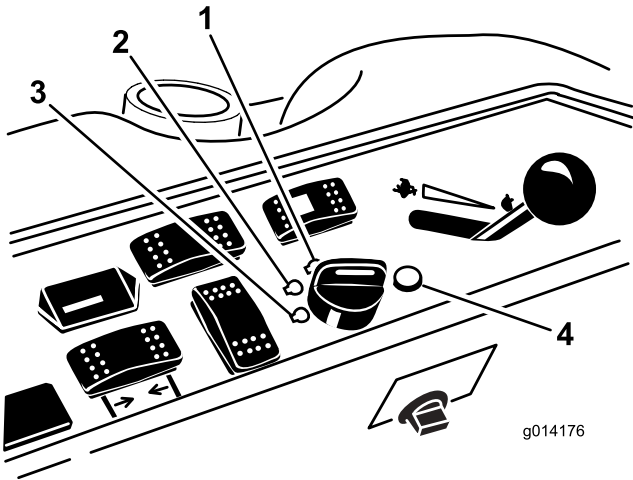

图20
- 将点火钥匙顺时针旋转至运行位置（图20）。预热塞指示灯应亮起 6 秒钟。